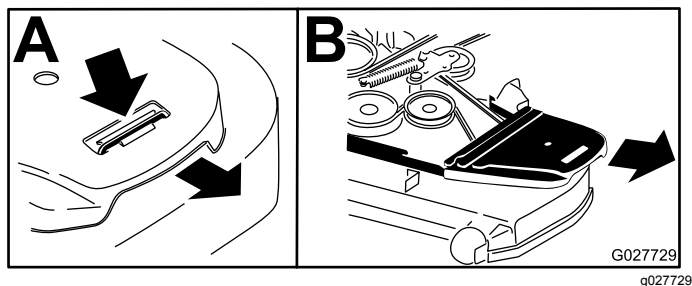

Figura 88
4. Retire las cubiertas de la correa (Figura 88).